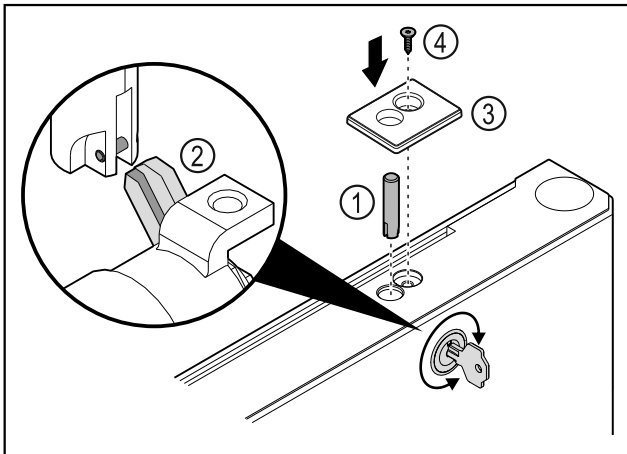

Fig. 36
- Schlossbolzen Fig. 36 (1) einsetzen.
- Schloss leicht drehen, damit Schlossbolzen Fig. 36 (2) in Schlitz von Schloss einrastet.
- Abdeckung Fig. 36 (3) einsetzen.
- Schraube Fig. 36 (4) einsetzen.